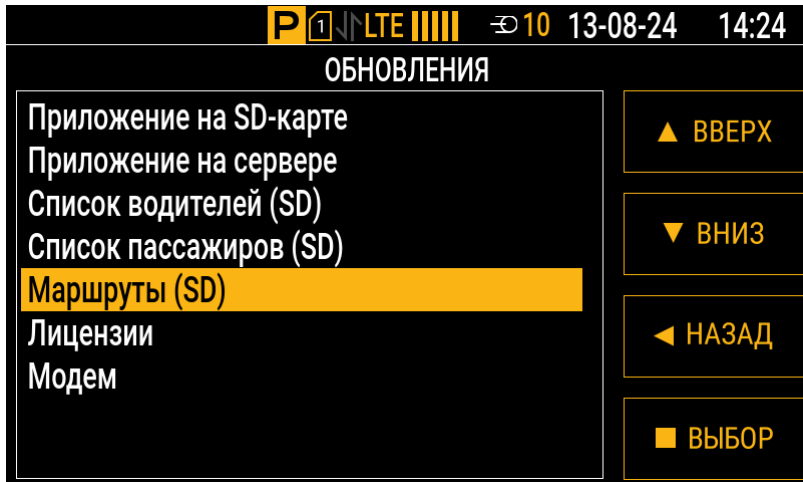

Рис.71. Меню для загрузки маршрутов
1. В интерфейсе контроллера перейдите в меню для загрузки маршрутов: Меню | Настройки | Обновление (Рис.71).
2. Выберите пункт «**Маршруты (SD)**», нажмите кнопку «**Выбор**» (или кнопку \leftarrow на передней панели контроллера) и дождитесь окончания процесса загрузки маршрутов в контроллер — на экране появится сообщение «Маршруты обновлены».